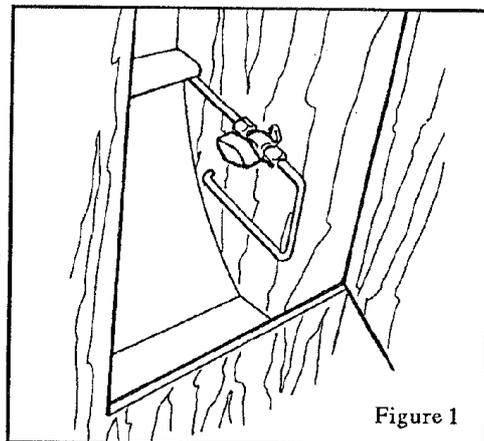

Figure 1
- when the appliances are not in use. Shut immediately all valves in case of hazard (fig.1),
- *Alle Hähne der Gasinstallation (Bild 1) und an der Gasflasche schließen, wenn die angeschlossenen Geräte nicht benutzt werden. In Gefahrenfall alle Hähne schließen.*
The engine compartment includes an aperture (figure 1) to inject the extinguishing agent without opening the normal access hatch.
*Der Motorraum ist mit einer Öffnung versehen, durch die der Löschschaum gespritzt werden kann, ohne daß die Verdeckung abgenommen werden muß (Abbildung 1).*